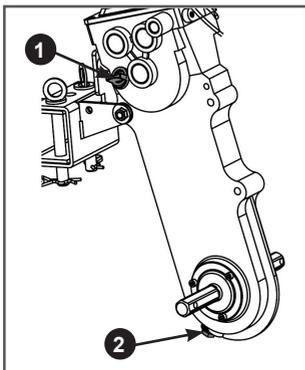

Рис. 40. Замена масла в редукторе
- Открутите крышку 1 маслозаливного отверстия (Рис. 40).
находится в нижней части редуктора мотоблока (Рис. 40).
- Закрутите пробку 2 отверстия для слива масла (Рис. 40).
- Закрутите крышку 1 маслозаливного отверстия (Рис. 40).